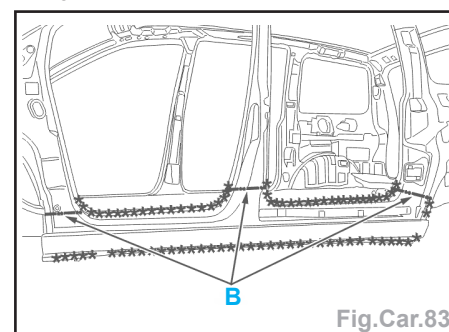

Fig.Car.83
- Tracer puis découper à l'aide d'une meule épaisseur **1 mm** (suivant **B**) (Fig.Car.83).